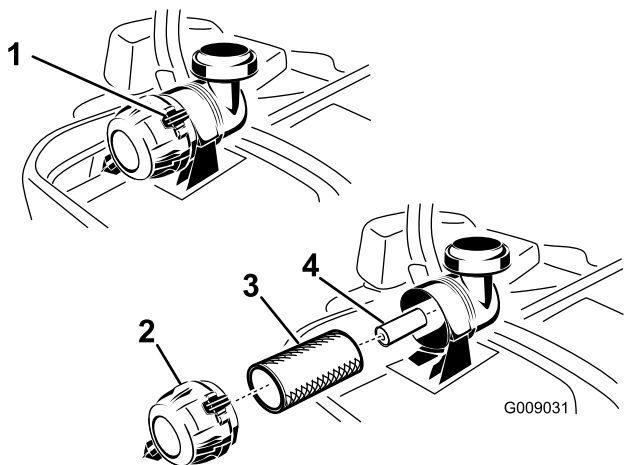

Figura 50
3. Premete verso il basso per rilasciare i dispositivi di fermo sul filtro dell'aria e togliere il coperchio dal corpo del filtro (Figura 50).
5. Estraete con cautela il filtro primario dal corpo del filtro dell'aria (Figura 50). Non urtate il filtro contro il corpo.
1. Non pulite il filtro primario di carta, sostituitelo (Figura 50).
2. Se sostituite il filtro secondario, inseritelo con cautela nel corpo del filtro (Figura 50).
3. Montate con cautela il filtro primario sul filtro secondario (Figura 50). Premete sul bordo esterno del filtro mentre lo inserite, per accertarvi che venga inserito a fondo.
di fermo bloccino il coperchio nella corretta posizione (Figura 50).